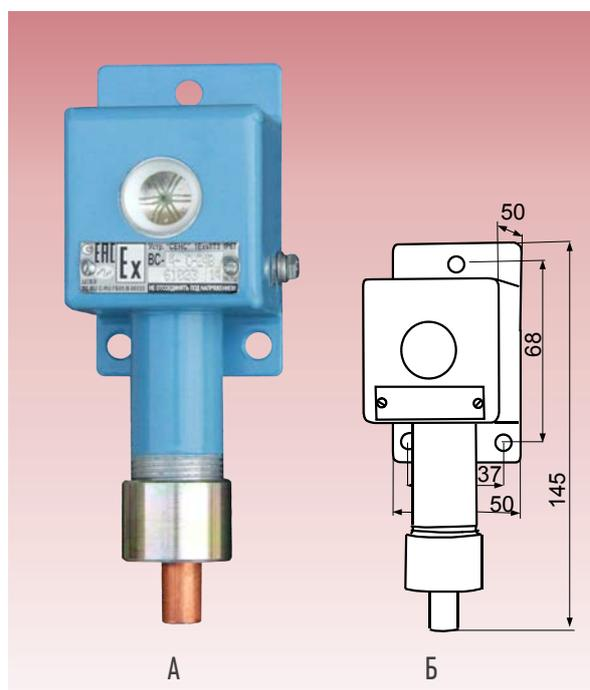

Рис. 1. Сигнализатор ВС-4-С: А - внешний вид, Б - габаритные и установочные размеры.
- 5) Наличие устройства крепления защитной оболочки кабеля - по умолчанию УКМ-10 (крепление металлорукава, диаметром 10 мм) - показан на фотографии рис. 1. По заказу: "ВС-4-С-...-УКМ-12" (крепление металлорукава, диаметром 12 мм); "ВС-4-С-...-УКБК-15" (крепление бронированного кабеля, диаметром по броне до 15 мм); "ВС-4-С-...-УК-16" (крепление металлорукава, бронированного кабеля, наружным диаметром до 16 мм).